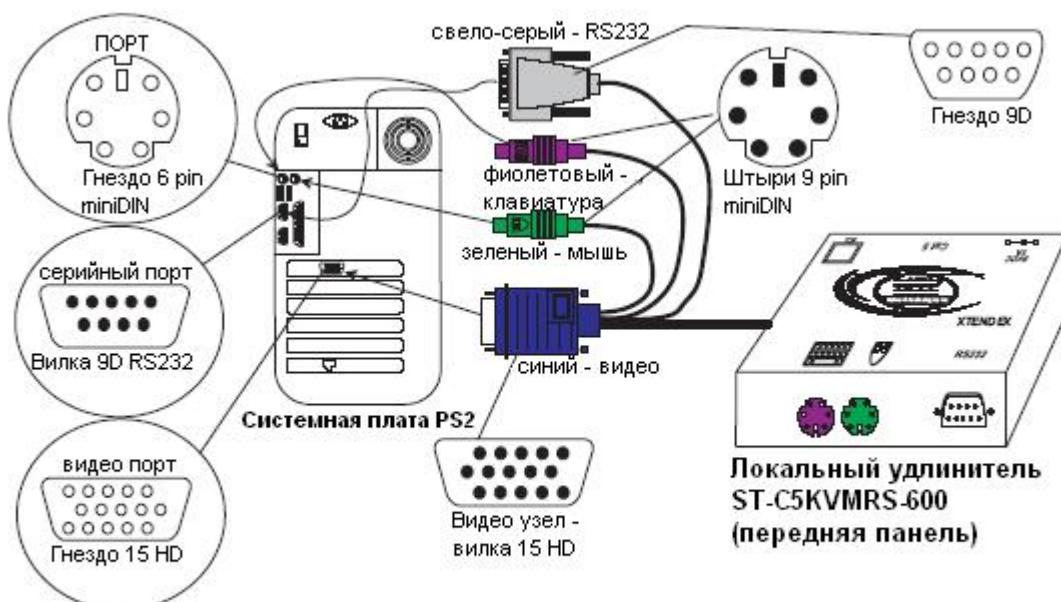

Рис.1- Подсоединение локального удлинителя к системному блоку
1. Подключите кабели локального удлинителя к системной плате (см. Рис.1)